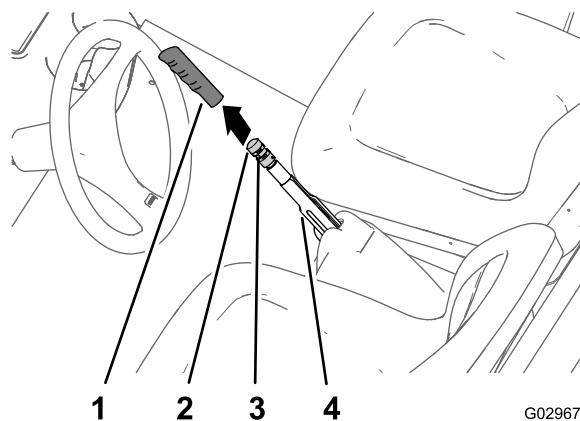

Figura 53
1. Retire la empuñadura de la palanca del freno de estacionamiento (Figura 53).
2. Afloje el tornillo de fijación que sujeta el pomo de ajuste del freno a la palanca del freno de estacionamiento (Figura 53).
3. Gire el pomo de ajuste del freno hasta que se requiera una fuerza de 133–156 N m en la palanca del freno para poner el freno (Figura 53).
4. Apriete el tornillo de fijación e instale la empuñadura (Figura 53).
1. Retire la empuñadura del freno de estacionamiento (Figura 53).
2. Afloje el tornillo de fijación (Figura 53) que sujeta el pomo de ajuste del freno a la palanca del freno de estacionamiento, quite el freno de estacionamiento y afloje el pomo de ajuste del freno.
5. Gire el pomo de ajuste del freno (Figura 53) hasta que se requiera una fuerza de 133–156 N·m para poner el freno.
- C. Gire el pomo de ajuste del freno (Figura 53) hasta que se requiera una fuerza de 133–156 N·m para poner el freno.
- C. Gire el pomo de ajuste del freno (Figura 53) hasta que se requiera una fuerza de 133 a 156 N·m para poner el freno.
- Apriete el tornillo de fijación e instale la empuñadura (Figura 53).